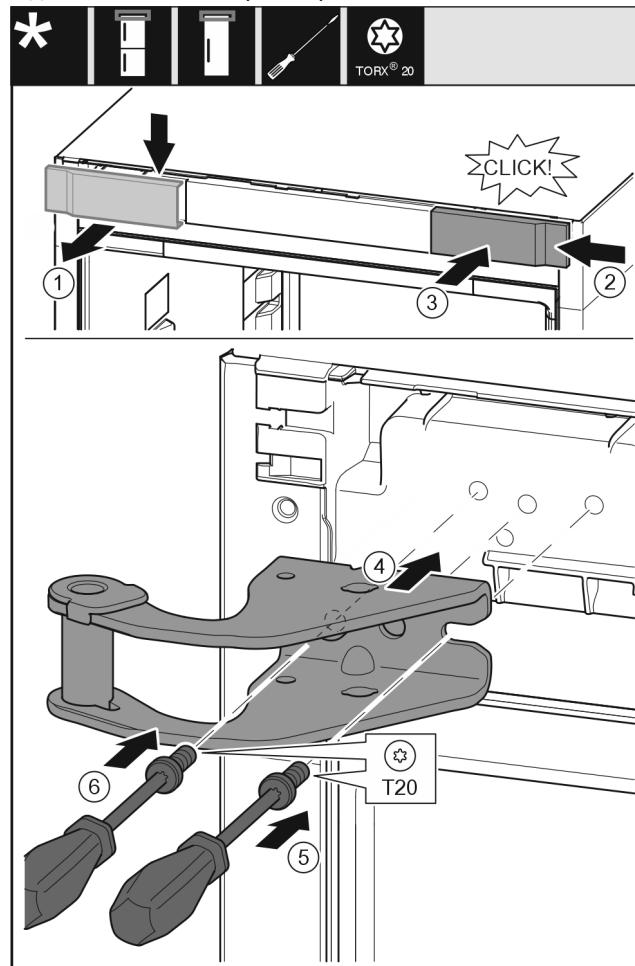

Fig. 10
- ▶ Зніміть кришку вгорі вперед. Fig. 10 (1)
- ▶ Почепіть кришку, що повернута на 180°, з іншого боку праворуч. Fig. 10 (2)
- ▶ Зафіксуйте кришку. Fig. 10 (3)
- ▶ Встановіть верхній опорний кронштейн. Fig. 10 (4)
- ▶ Встановіть та закрутіть гвинт за допомогою викрутки T20. Fig. 10 (5)
- ▶ Встановіть та закрутіть гвинт за допомогою викрутки T20. Fig. 10 (6)